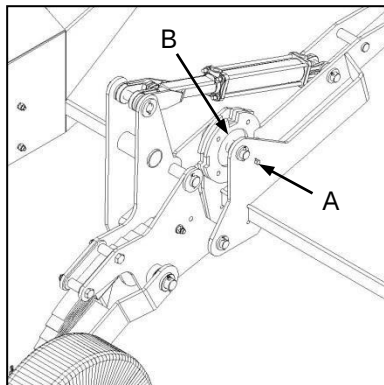

Fig. 3
- ✔ Remove the R-clip and locking pin (Fig. 3-A) from the rotary height selector (Fig. 3-B) and rotate the selector to the desired height setting (1 through 4).
- ✔ Verwyder die R-knip en sluitpen (Fig. 3-A) van die hoogtaselektor (Fig. 3-B) en draai die selektor na die verlangde hoogte-instelling (1 tot 4).